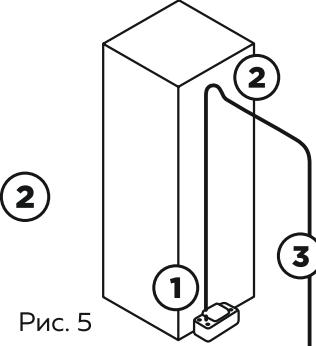

Рис. 5
2. Закрепите на выходном фитинге (рис. 5, поз. 1) выпускную трубку внутренним диаметром 8 мм и затяните в месте соединения хомутом-стяжкой (не входит в комплект). Протяните трубку на требуемую высоту, предварительно убедившись, что она не превышает предельно допустимой для вашей модели. На наивысшей точке дренажной магистрали (рис. 5 поз. 2) направьте трубку до места слива с небольшим уклоном, а затем опустите ее вниз до уровня помпы, если возможно. Это приведет к возникновению сифонного эффекта, в результате чего повысится эффективность насоса, а трубка после каждого цикла включения-выключения будет оставаться пустой. Если конец трубы (рис. 5, поз. 3) невозможно опустить до уровня насоса, попробуйте создать перевернутый U-образный участок непосредственно над насосом, – также в наивысшей точке участка подъема (рис. 5 поз. 2).